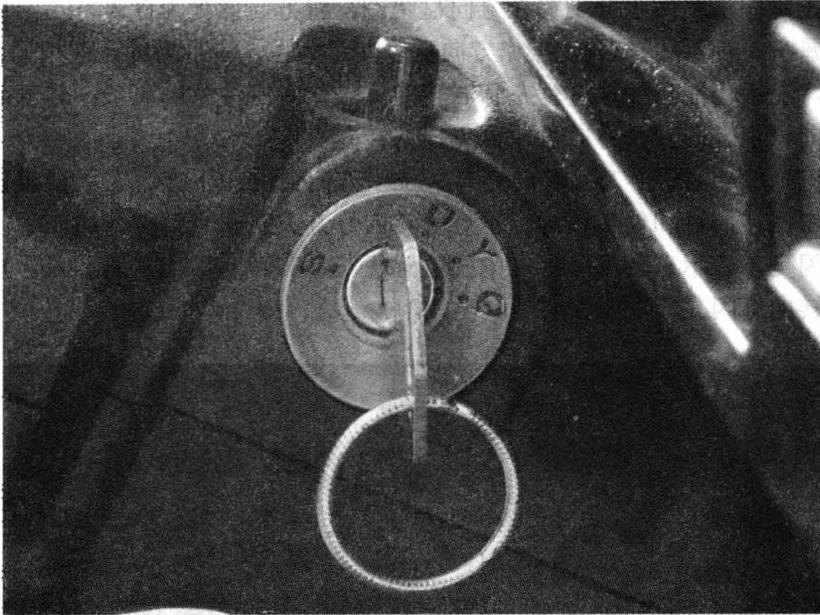

图 1-8 点火开关
7. 点火开关（俗称钥匙，见图 1-8）：点火开关位于方向盘右下方，其作用是接通或切断发动机点火线路及部分用电设备线路。